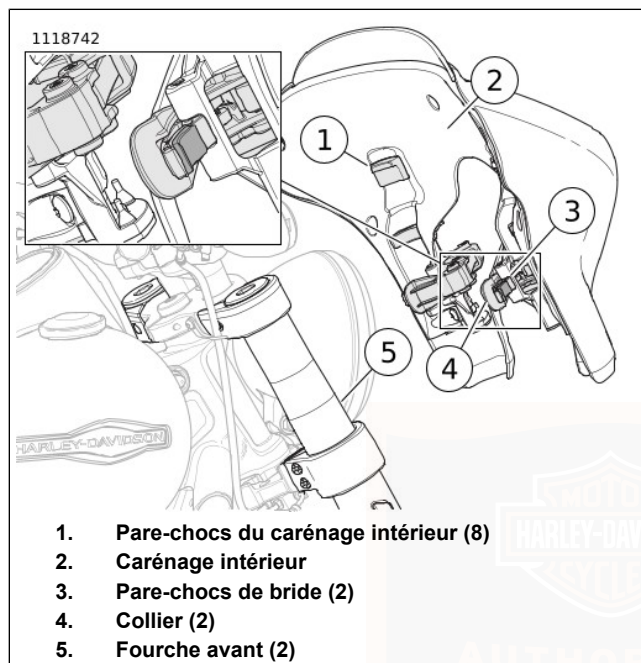

Figure 38. Brides de carénage
1. Voir Figure 38. Inspecter le carénage.
- S'assurer que les pare-chocs de carénage intérieur (1) et les colliers de pare-chocs (3) sont en place, propres et en bon état.
- b. Ouvrir et fermer les brides (4) pour vérifier qu'elles sont fonctionnelles.